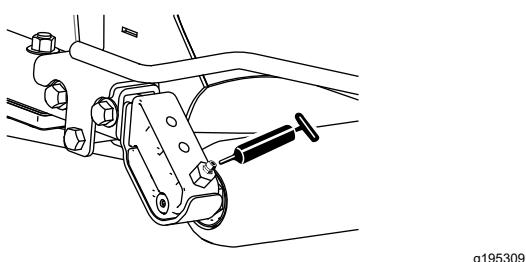

Figura 46
- 2 (por unidade de corte) rolamentos do rolo traseiro (Figura 46)